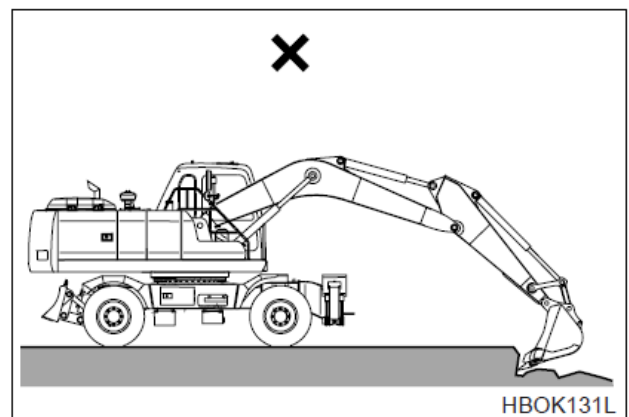

Рис. 58
6. ЗАПРЕЩАЕТСЯ двигать и поворачивать машину для придания дополнительного усилия отрыва, если ковш находится в грунте. (См. рис. 58)